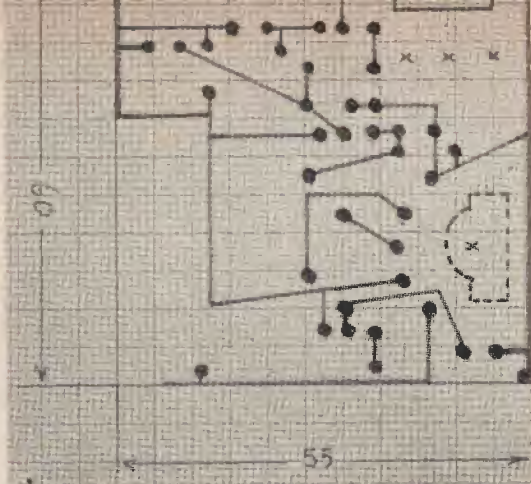

Fig. 4 - Circuito stampato in grandezza naturale
In fig. 4 è riportato il circuito stampato in grandezza naturale, e questo servirà ad agevolare la riproduzione del disegno sulla apposita lastrina.
- 2) porre la lastrina sotto il disegno di fig. 4 e incidere con un punteruolo i punti in grassetto.